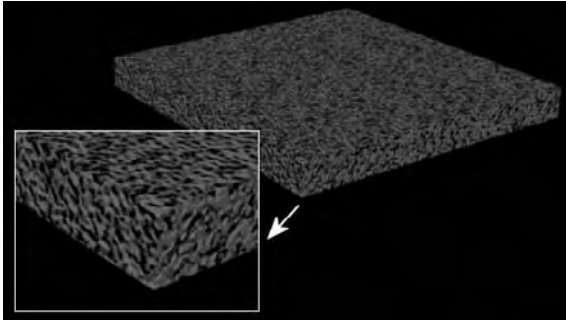

Fig.13.43
- Effectuez un rendu (fig.13.43).